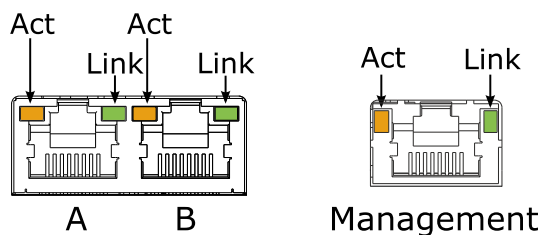

Рисунок 3.3. Светодиодные индикаторы портов А, В и Management
2. Подключить блок питания к разъёму питания прибора (см. рис. 3.3).